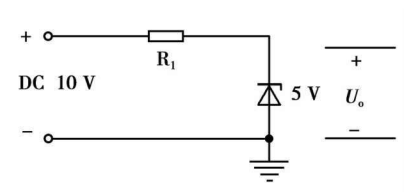

图 1-11
13. 在图 1-11 中用万用表测得 U_o 为 0.7 V,这说明该稳压二极管()。
14. 在图 1-11 中用万用表测得 U_o 为 10 V,这说明该稳压二极管()。
15. 在图 1-11 中用万用表测得 R_1 两端电压为 10 V,这说明该稳压二极管()。